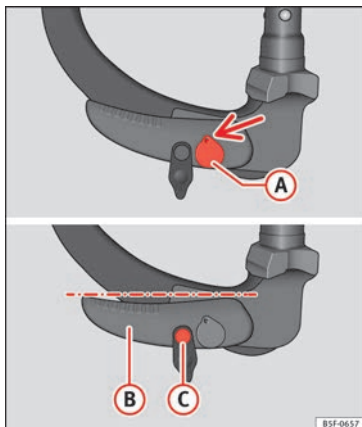

Fig. 223 Posición de reserva: posición de la palanca y el perno de desbloqueo
- La llave (A) » fig. 223 se encuentra en la posición desbloqueada (la parte agujereada de la llave se muestra hacia arriba).
- La palanca (B) » fig. 223 se encuentra en la posición inferior.
- Se puede mover el perno de desbloqueo (C) » fig. 223.